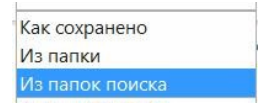

рис.41
- Первым делом в этом поле следует обратить внимание на окошко «Загрузить». В этом окошке система предлагает несколько вариантов загрузки (рис.41).